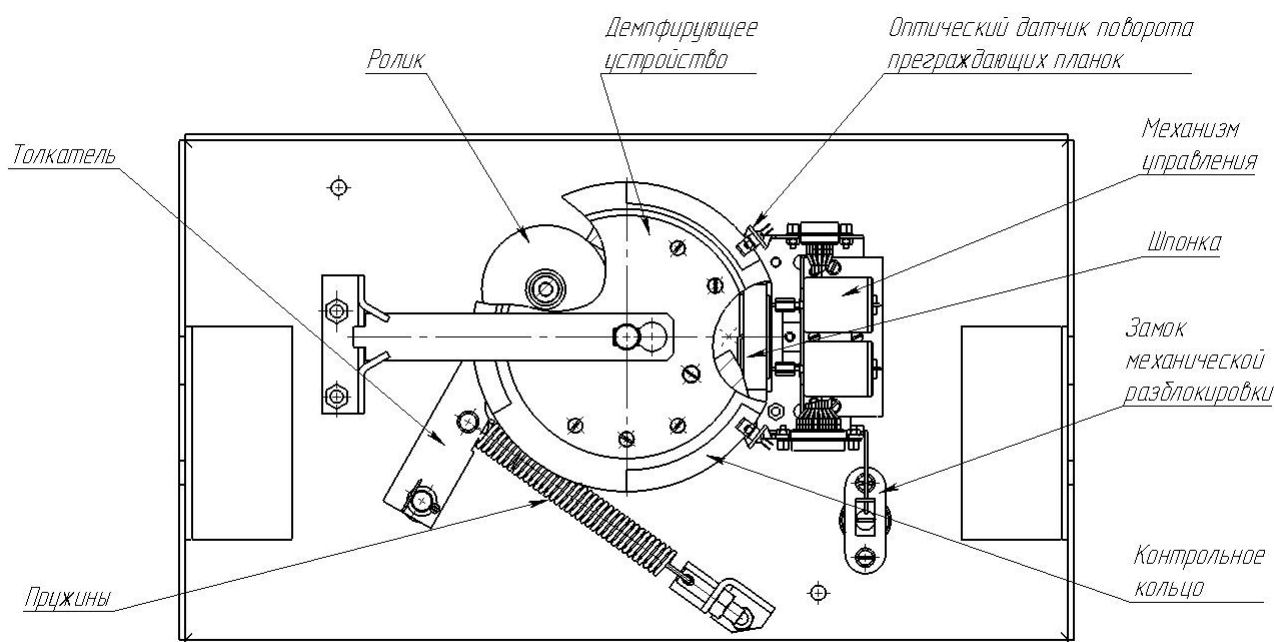

Рисунок 9 Расположение внутренних деталей и узлов стойки ЭП
- снимите крышку (3) в порядке, указанном в разделе 6;
- осмотрите устройство доворота (толкатель, пружины и ролик), оптические датчики поворота преграждающих планок и демпфирующее устройство (см. рисунок 9);
- механизмы секретности замка механической разблокировки (7) и замка крышки (4) со стороны замочной скважины;
- проверьте крепление преграждающих планок (5), для этого:
- отверните отверткой винт М4×25 крепления крышки (6) и снимите крышку;